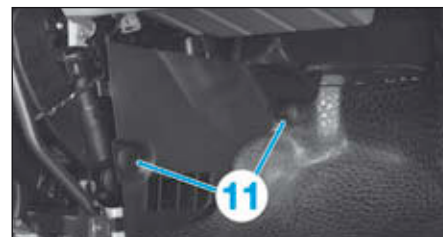

FIG.16
- les agrafes (11) des joues latérales de console centrale (Fig.16),